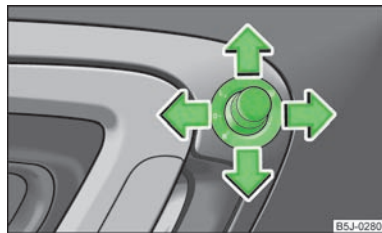

Fig. 32
- Poner el botón giratorio en la posición  » fig. 32.